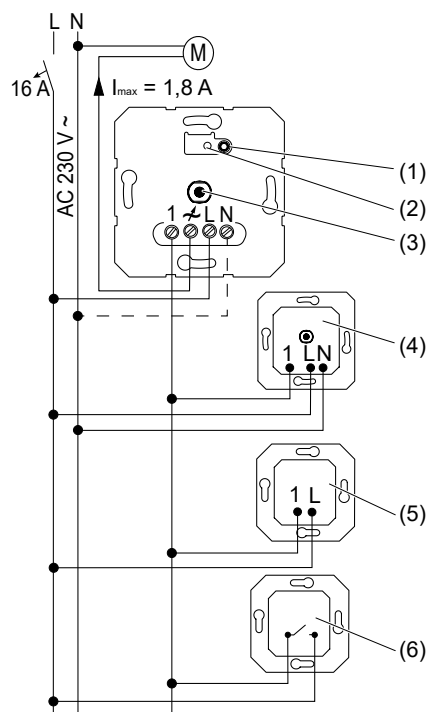
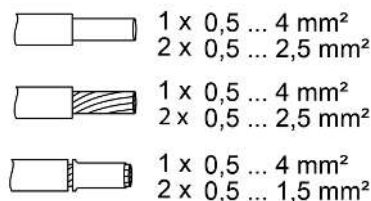

рисунок 1: Схема подключения с дополнительными подчиненными узлами локальной сети
рисунок 2: Зажимаемое поперечное сечение провода
- Подключить прибор согласно электрической схеме (рисунок 1). При этом необходимо соблюдать необходимое сечение провода под клемму (рисунок 2)
- i** Двигатель можно включать путем короткого нажатия кнопки **Test** (1).